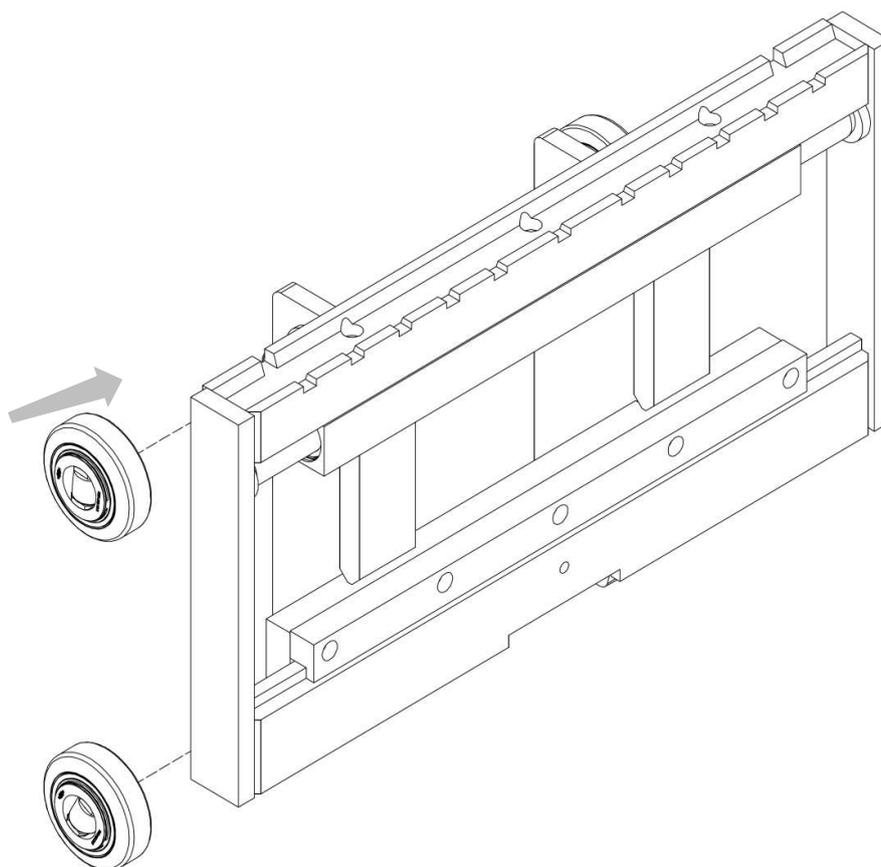

Figura 9
5. Accoppiare i rulli di scorrimento del montante ai perni realizzati sulle spalle (vedi *Figura 9*, in questa immagine, come nelle successive, cuscinetti, spalle e montanti indicati saranno puramente indicativi, con l'unico scopo di mostrare il corretto montaggio dell'attrezzatura).